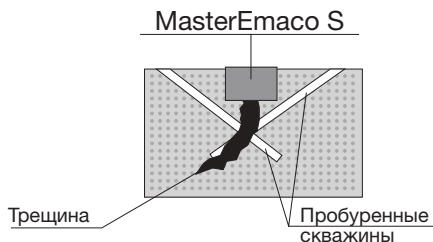

Рисунок 1. Примерная технология инъекции трещин
- в случае большого раскрытия, трещина предварительно заполняется смесью MasterEmaco S для исключения вытекания суспензии MasterEmaco A 640. (рис. 1)